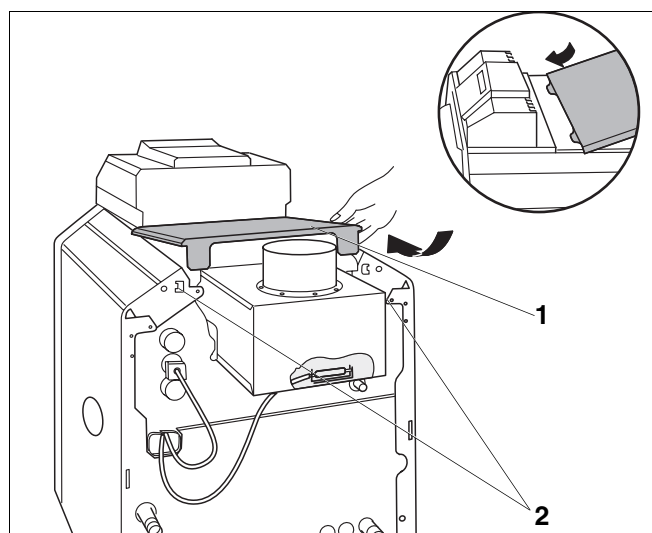

Abb. 21 Heizkessel und Regelgerät schließen
- Hintere Kesselhaube (Abb. 21, **Pos. 1**) mit den Laschen unter die vordere Kesselhaube schieben und hinten nach unten drücken (Abb. 21).
- Hintere Kesselhaube mit den Kesselseitenwänden (Abb. 21, **Pos. 2**) verschrauben.